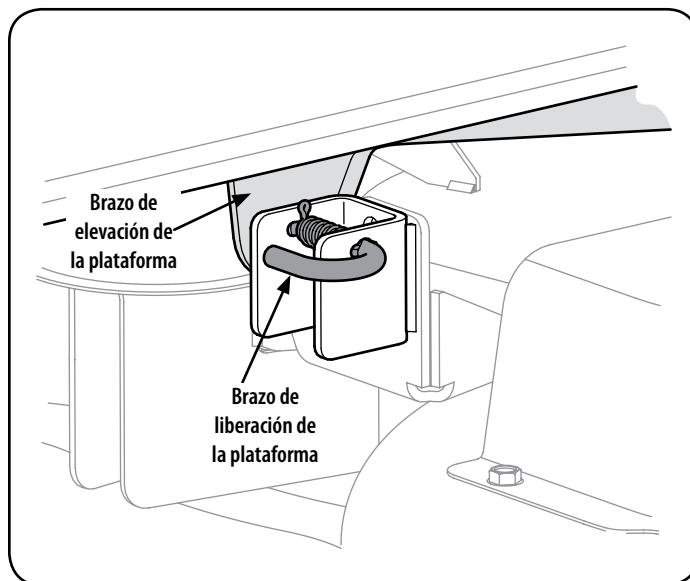

Figura 28
7. Ubique los pasadores de liberación de la plataforma del lado izquierdo y del lado derecho que se encuentran a cada lado de la plataforma. Tire de los pasadores de liberación hacia afuera y suelte la plataforma de los brazos de elevación del lado derecho e izquierdo de la plataforma. Vea la Figura 28.
- Tire de los pasadores de liberación de la plataforma hacia afuera y ubique la plataforma según sea necesario para alinear los orificios de los brazos de elevación de la plataforma con los pasadores. Consulte la Figura 28.